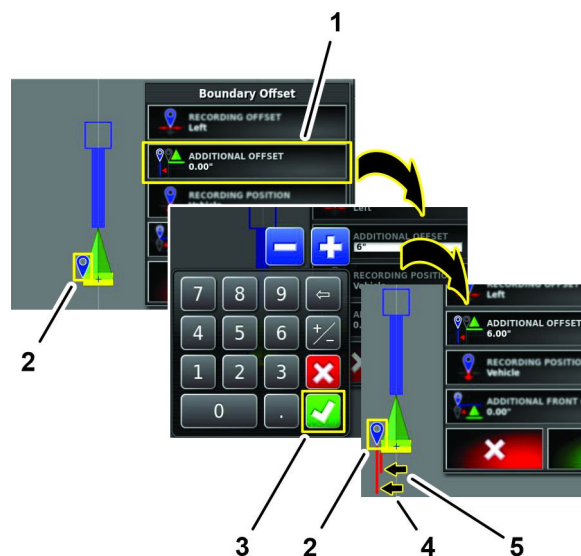

Рисунок 199
1. Нажмите на значок «ДОПОЛНИТЕЛЬНОЕ СМЕЩЕНИЕ» (Рисунок 199).
2. С помощью клавиатуры на экране введите расстояние бокового смещения и нажмите на значок подтверждения (Рисунок 199).